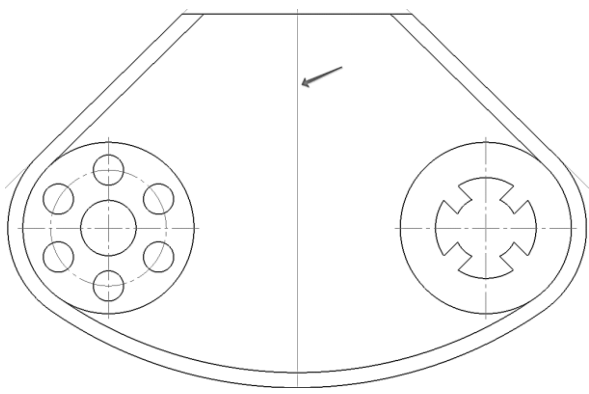

Рис. 64. Построение вспомогательной вертикальной прямой
2.13.1 Провести вертикальную вспомогательную прямую по центру горизонтальной линии, при помощи команды **Вертикальная прямая**  на Расширенной панели команд построения вспомогательных прямых (рис. 64).